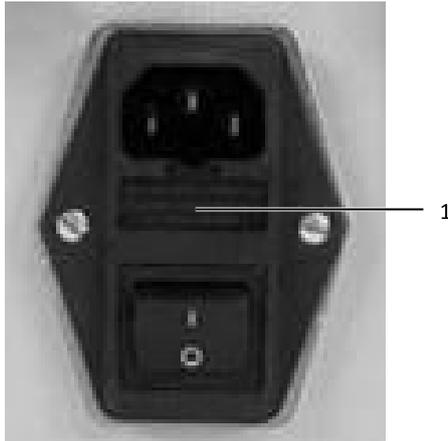

Imagen 27: Abertura del compartimento de fusibles
- Accione la palanca del compartimento (imagen 27, pos. 1) con un destornillador de ranura para extraerlo de la unidad de filtro de red.